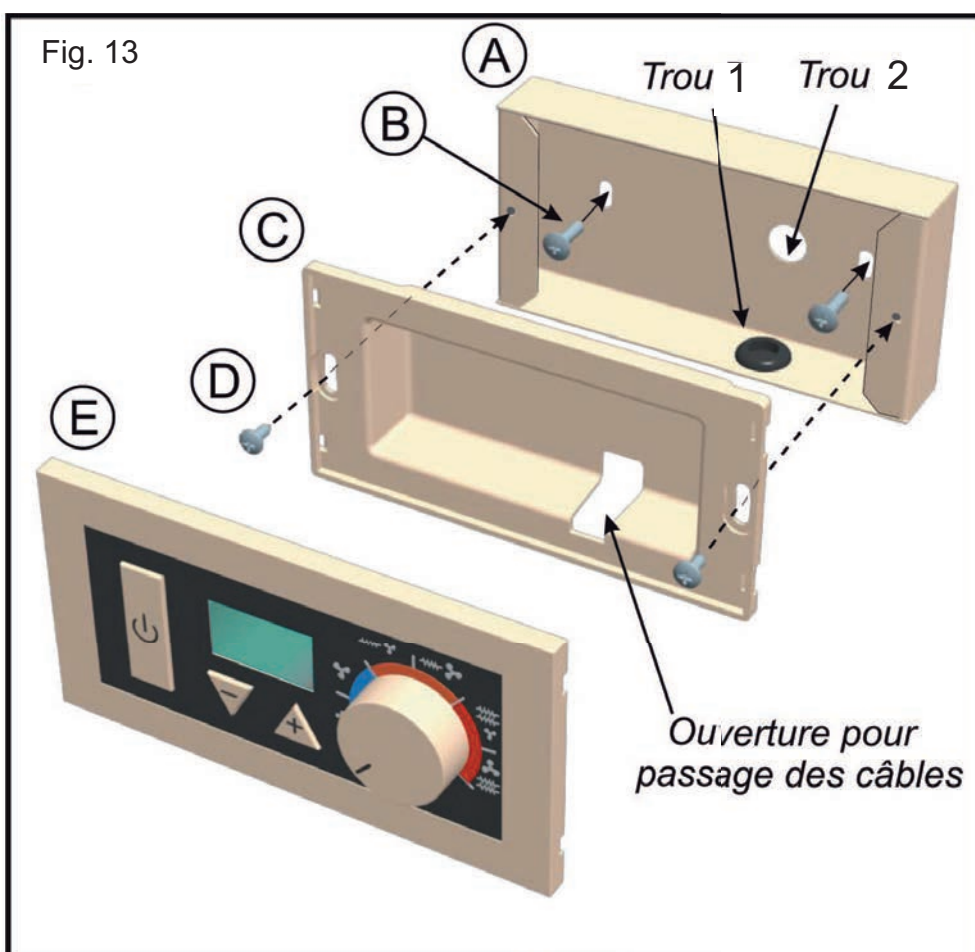

Fig. 13
- Faire passer les fils d'alimentation par l'ouverture prévue à cet effet sur le fond du boîtier (Fig.13), puis visser le fond avec les 2 vis (D) sur le boîtier d'encastement.
3- Réaliser la connexion entre la carte électronique de l'appareil et la carte électronique du boîtier de commande en faisant passer les fils* par l'ouverture prévue à cet effet sur le fond du boîtier (voir Fig.13)